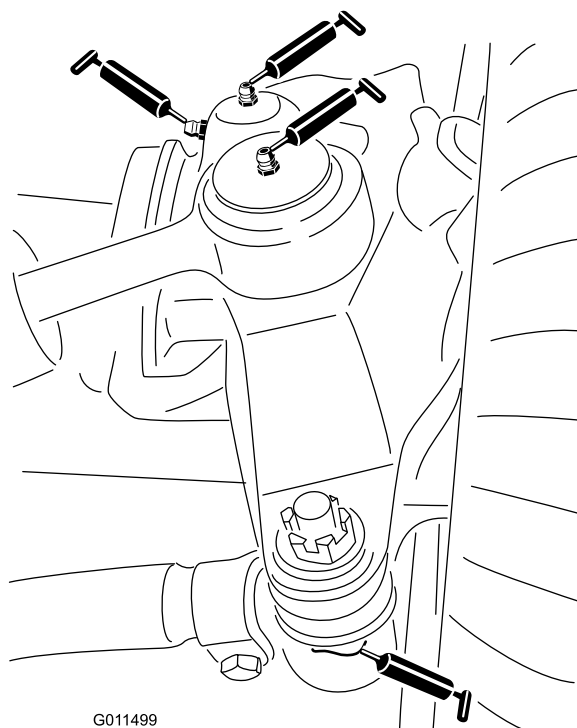

Figure 79
- 2 rotules de vérin de direction (Figure 79)
- 2 rotules de biellettes (Figure 79)
- 2 bagues de pivots de fusées (Figure 79).